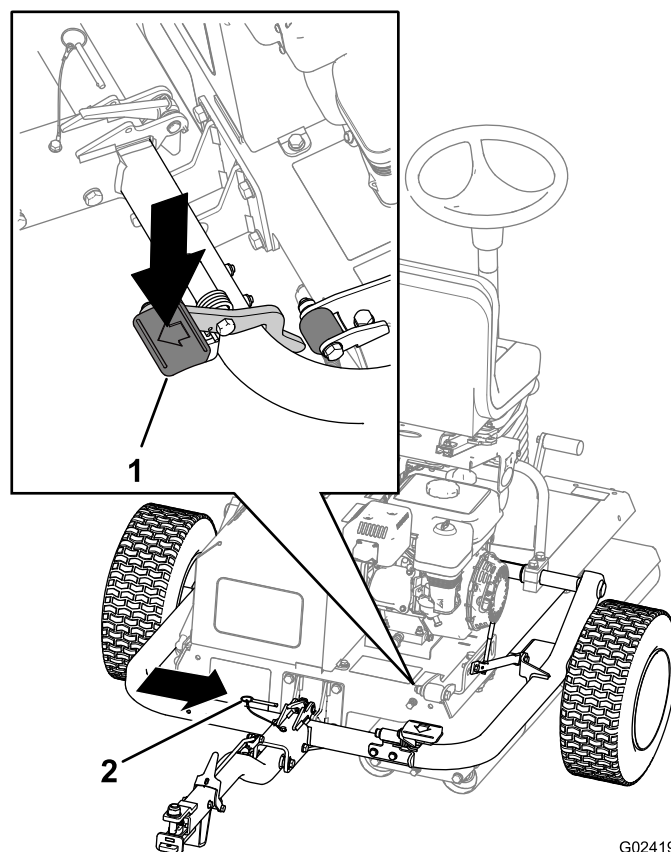

Figura 7
- Pise o pedal do engate até o engate ficar bloqueado no lugar (Figura 7).
- Insira o pino de bloqueio (Figura 7).